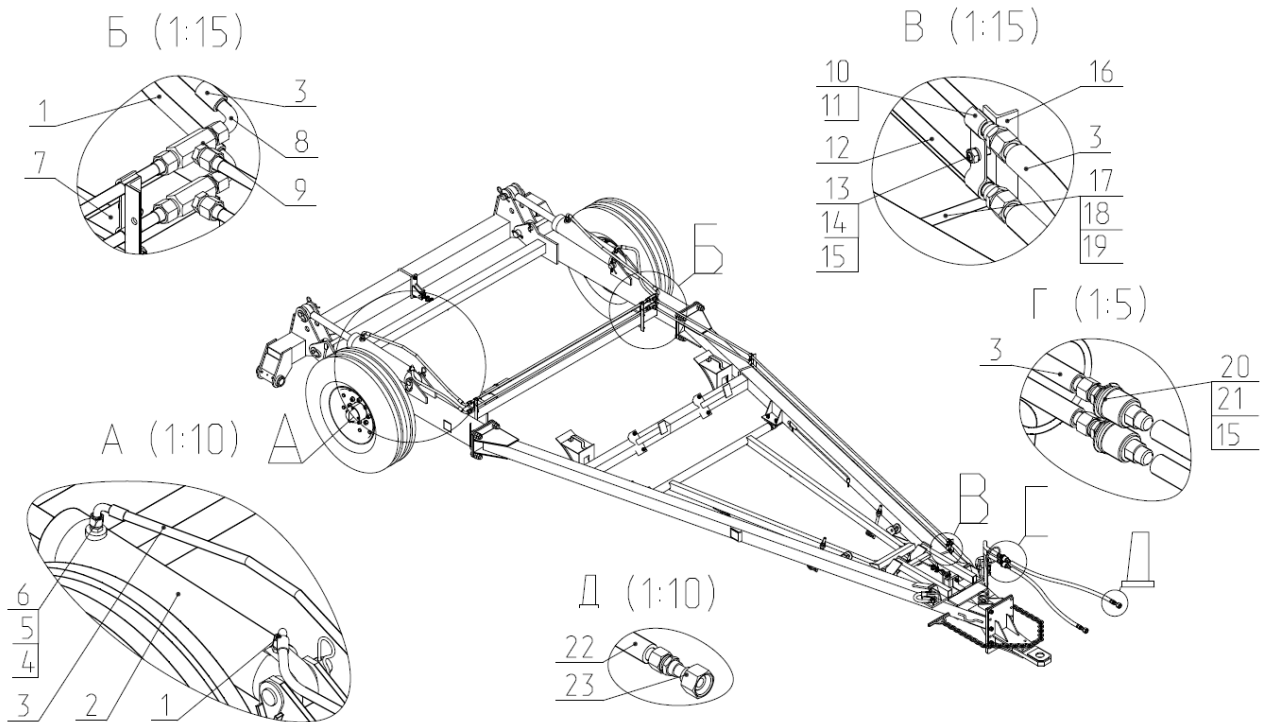

Рис.14 Гидросистема.
2.1.9 Гидросистема бороны (рис.14) служит для подъема и опускания рабочих органов на развороте, а также при переводе бороны в транспортное положение. Гидросистема состоит из двух гидроцилиндров 2, соединяющих раму дышла с центральной балкой, трубопроводов 7,12, рукавов высокого давления 1, 3, 22 соединительной гидроарматуры, держатель 16 и болтокрепежа (для закрепления гидротрассы).